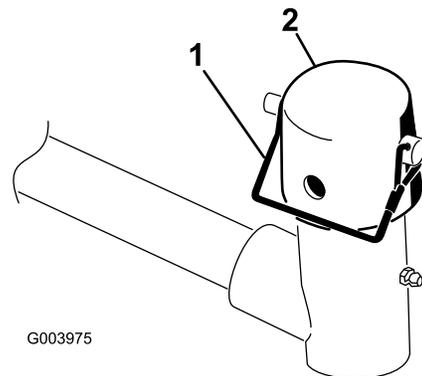

図 7
10. スナッパピンを使って、キャップとキャリアフレームのシャフトを昇降アームのヨークに固定する(図 7)。